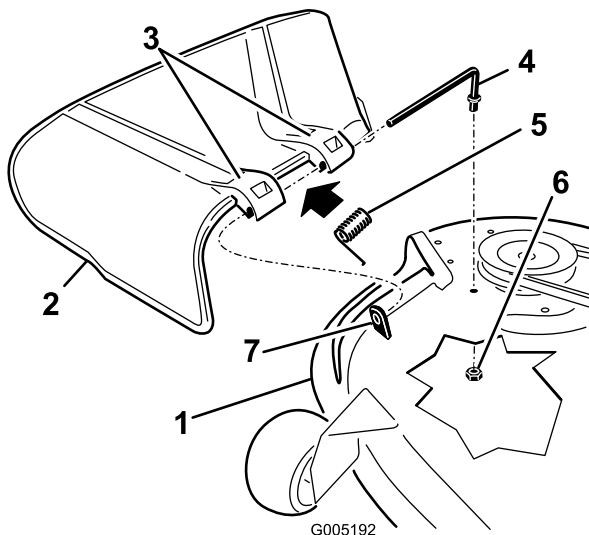

Figure 56
1. Retirez l'écrou (3/8 po) de la tige, sous le tablier de coupe (Figure 56).
9. Fixez l'extrémité arrière de la tige dans le tablier de coupe à l'aide d'un écrou (3/8 po), comme montré à la Figure 56.
2. Sortez la tige de la courte cheville de positionnement, du ressort et du déflecteur d'herbe (Figure 56).
4. Remettez en place le déflecteur d'herbe (Figure 56).
7. Insérez la tige dans le deuxième support du déflecteur d'herbe (Figure 56).